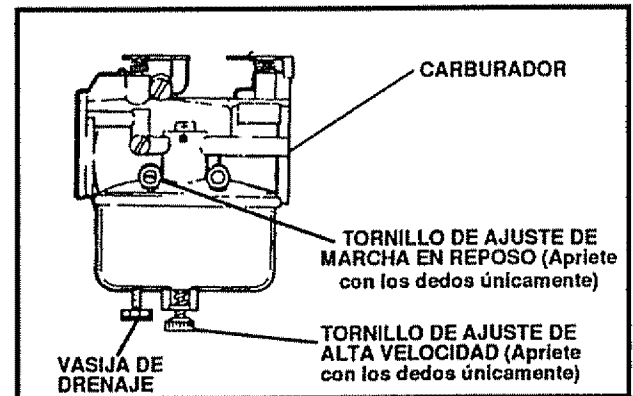
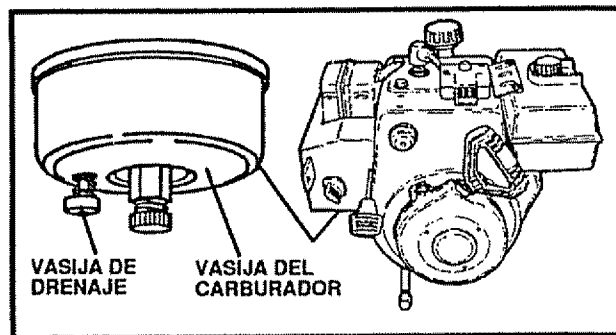

FIG. 35
FIG. 37
El carburador (Véase Fig. 35 y Fig. 37 en página 26) ha sido preconfigurado en la fábrica y los reajustes no deberían ser necesarios. Sin embargo, si el carburador de hecho necesita ser ajustado, proceda de la manera siguiente:
- Para remover la gasolina, mantenga el motor en marcha hasta que el tanque esté vacío y el motor pare. Luego, drene la gasolina remanente del carburador presionando hacia arriba en la vasija de drenaje del carburador situada en la parte inferior del carburador (Véase Fig. 37).